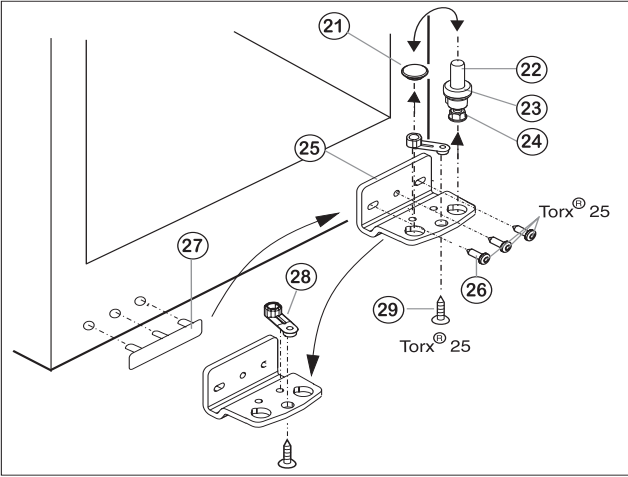

Fig.3
- Извлеките опорный винт Fig. 3 (22) в комплекте с шайбой Fig. 3 (23) и регулируемой опорой Fig. 3 (24), вытягивая его вверх.
- Снимите пробку Fig. 3 (21).
- Открутите Fig. 3 (26) опорный кронштейн Fig. 3 (25).
- Открутите Fig. 3 (29) опорную деталь Fig. 3 (28) и, переставив в отверстие на противоположной стороне опорного кронштейна, снова прикрутите.
- Осторожно снимите и переставьте на противоположную сторону крышку со стороны ручки Fig. 3 (27).
- Снова прикрутите опорный кронштейн Fig. 3 (25) на новой стороне шарнира (с моментом 4 Нм). При необходимости используйте аккумуляторный шурупверт.
- Переставьте пробку Fig. 3 (21) в свободное отверстие.
- Вновь установите опорный винт Fig. 3 (22) в комплекте с шайбой и регулируемой опорой. При этом фиксатор должен быть направлен назад.